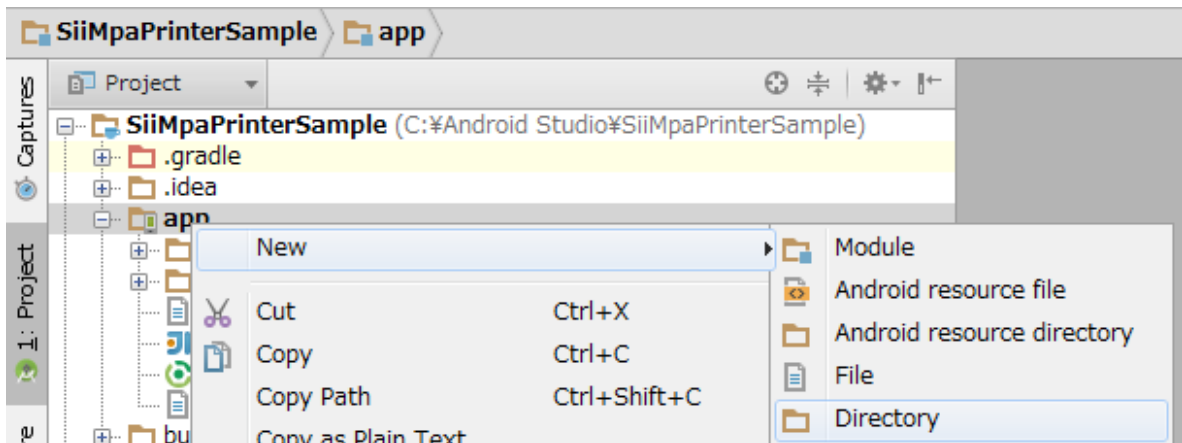
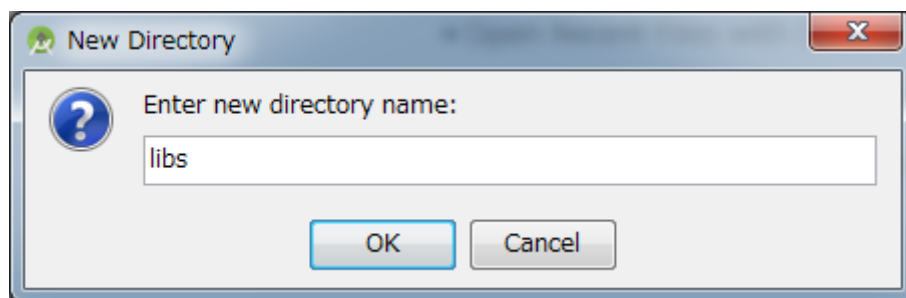

図 3-4
図 3-5
- (a) Android StudioのAndroid Projectビューに表示されているモジュール(app)を選択した状態で右クリックし、[New] - [Directory]を選択し(図 3-4)、フォルダ名に”libs”を入力してフォルダを作成してください(図 3-5)。